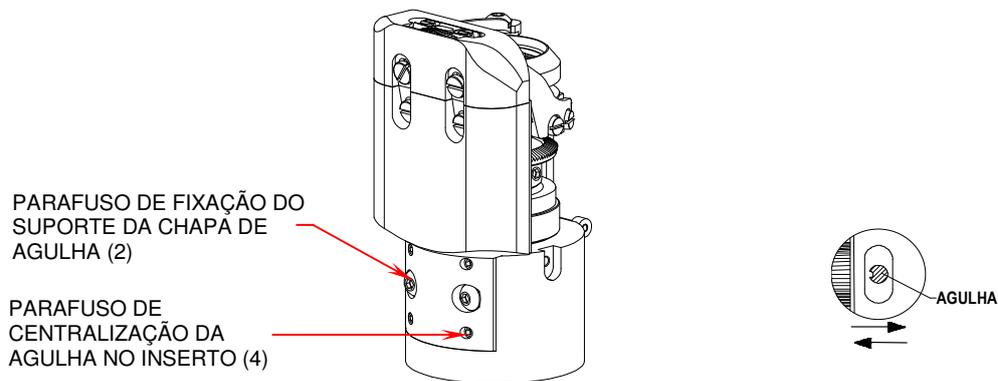

Fig.8
1. Solte os parafusos de fixação do suporte da chapa da agulha (Fig.8) e os parafusos que fixam o mancal do rolamento ao eixo inferior;